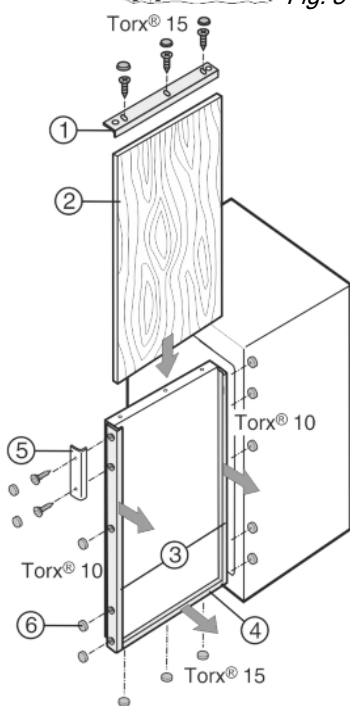

Fig. 6
- Dekorrahmen Fig. 6 (1) oben abschrauben.
- An allen anderen Dekorrahmen Fig. 6 (3, 4) die Schrauben nur lösen und die Dekorrahmen nach vorn schieben.
- Dekorplatte Fig. 6 (2) einschieben.
- Dekorrahmen Fig. 6 (3, 4) zurückschieben und festschrauben.
- Dekorrahmen Fig. 6 (1) oben wieder festschrauben.
- Griff Fig. 6 (5) anschrauben.
- Auf alle Schraubenköpfe die Abdeckkappen Fig. 6 (6) aufrasten.